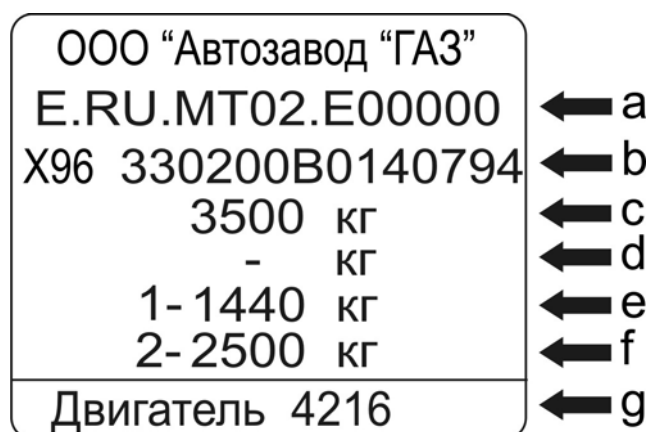

Рис. 1.4. Пример заводской таблички с паспортными данными, где:
**1.5. Заводская табличка** (рис. 1.4), расположена на задней стойке правой боковины кабины.